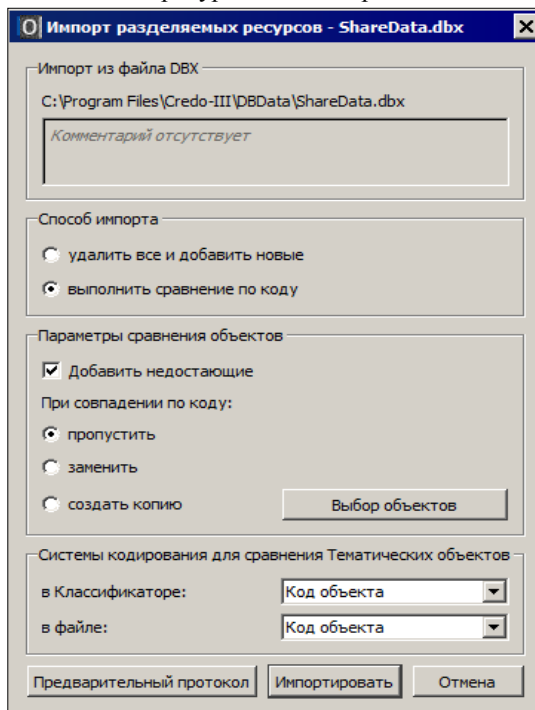

Рис. 2.3
После чтения файла DBX открывается диалог **Импорт разделяемых ресурсов** (рис. 2.3), в котором указан файл формата DBX с разделяемыми ресурсами стандартной поставки.
- Для выполнения импорта следует выбрать способ импорта **Удалить все и добавить новые** и нажать кнопку **Импортировать** (рис. 2.3).
- После чтения файла DBX, в диалоге **Импорт разделяемых ресурсов** (рис. 2.3) нужно нажать кнопку **Импортировать**.